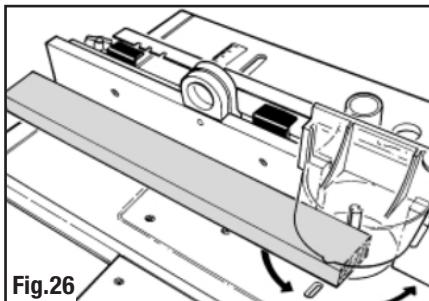

Fig.26
- Utilice un listón de madera recto para alinear la fresa con la parte posterior de la cara de la guía MDF (Fig. 26), a continuación, proceda a realizar el corte.